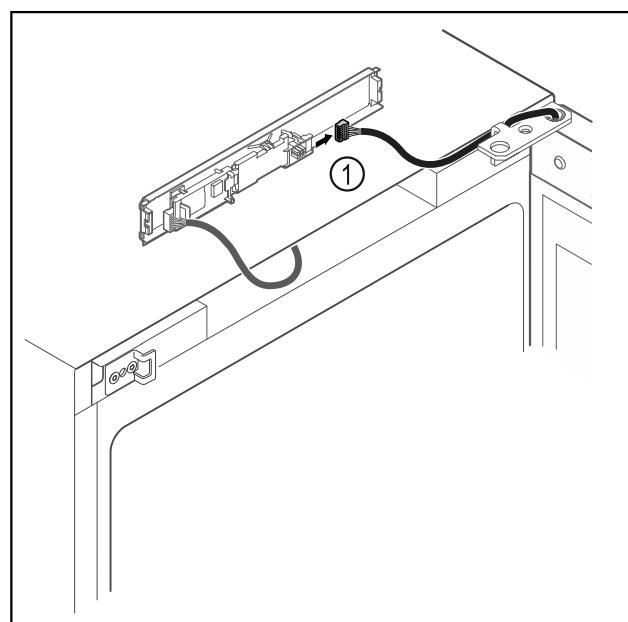

Fig. 7
- Desenchufar el conector Fig. 7 (1) de la platineta.